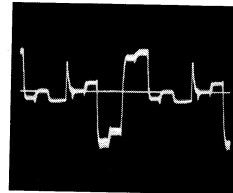

Abb. 60
- ⑩ Mit L 254 Doppelkonturen möglichst gut zur Deckung bringen (Abb. 60 und 61).
- (Abb. 64), Oszillograf an Mp. ③ (B—Y). Mit Sättigungsregler 100 V_{ss} (5 Skalenteile) einstellen (Abb. 60).